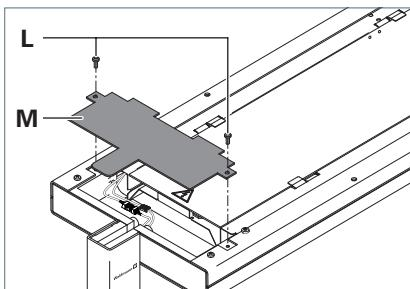

Fig. 7: Monter le recouvrement.
- ▶ Placez le recouvrement **M** sur la tête du luminaire, voir Fig. 7.